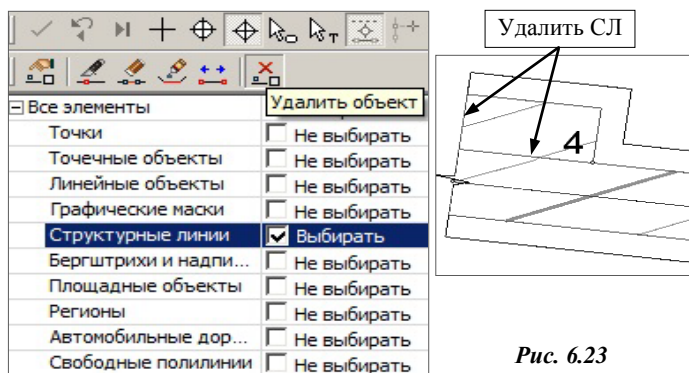

Рис. 6.23
проезжей части и площадки (рис. 6.23).
- В окне параметров можно включить фильтр на выбор только СЛ, затем указать курсором удаляемые СЛ (рис. 6.23).